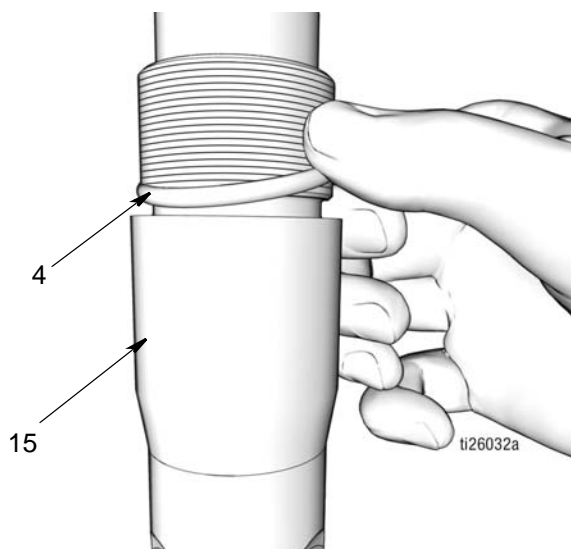

Рис. 44
- b. Нанесите тонкий слой консистентной смазки на уплотнительное кольцо (4). Установите уплотнительное кольцо круглого сечения вокруг выпускного обратного клапана (15) (Рис. 44).